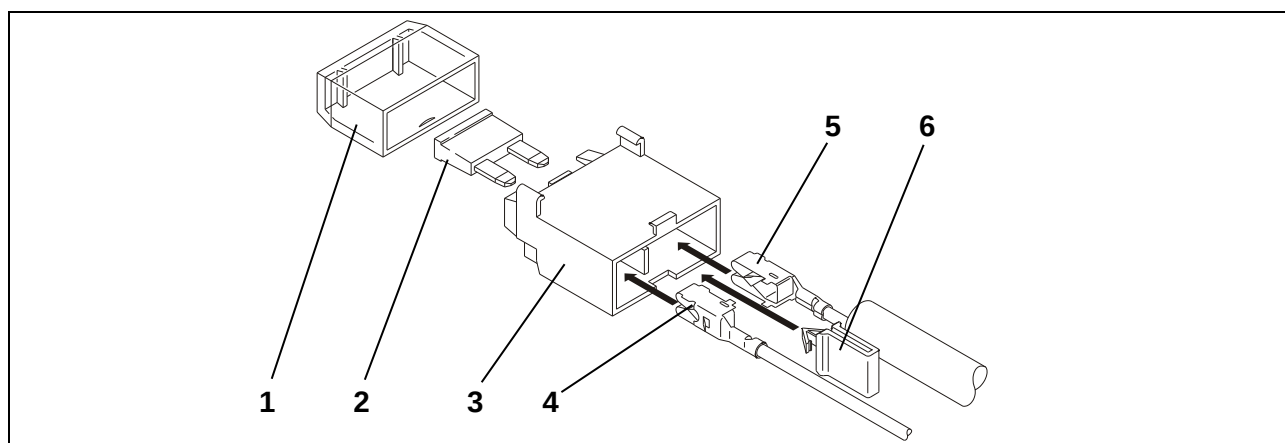

Fig. 2: Montage du porte-fusibles
18. Insérer le contact femelle des deux fils rouges (Fig. 2/5) et du fil rouge/bleu (Fig. 2/4) dans le premier porte-fusibles.
19. Insérer le contact femelle du fil unique rouge (Fig. 2/5) du fil rouge/noir (Fig. 2/4) dans le deuxième porte-fusibles.
20. Mettre en place le clip jaune (Fig. 2/6) pour chacun.
21. Installer pour chacun le fusible (Fig. 2/2) et remettre le revêtement (Fig. 2/1) en place.